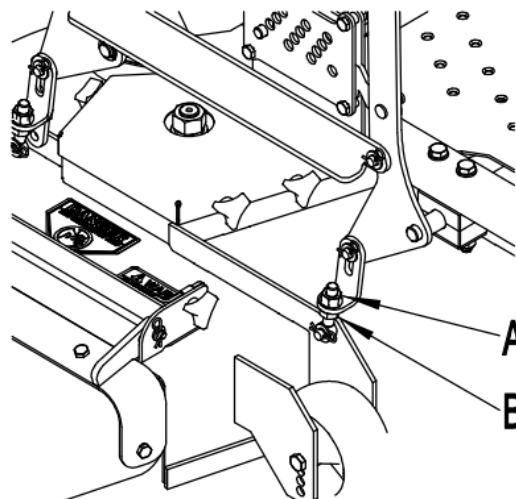

Рис. 18
7.2.7 Найдите гайку (А) и гайку (В) регулировки уровня на подвеске каждой деки газонокосилки (См. Рис. 18).